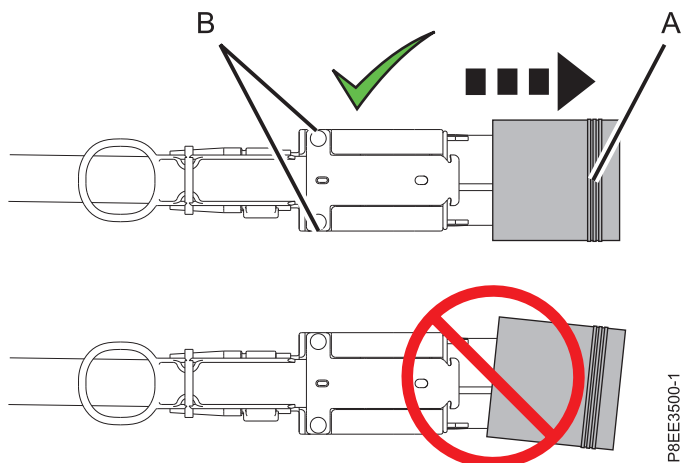

Figura 18. Extracción de la funda protectora del conector del cable del cajón de expansión
- b. Quite la funda protectora del conector del cable del cajón de expansión. Sostenga el alojamiento de cables (**B**) por los extremos cortos con los dedos índice y pulgar de una mano. A continuación, sosteniendo la cubierta por el extremo largo (**A**) con los dedos índice y pulgar de la otra mano, tire de la funda protectora para extraerla. Consulte Figura 18 en la página 24.